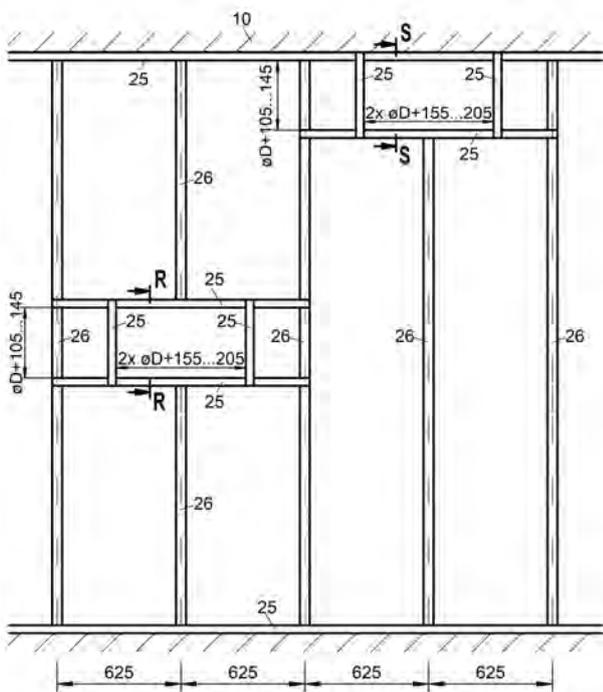

Abbildung 36: Metallständerwerk mit erforderlichen Auswechslungen für Nasseinbau BRS mit verringertem Abstand
- Metallständerwerk und Wand gemäß den Angaben des Wandherstellers herstellen und Auswechslungen entsprechend der Abbildung 36 vorsehen. Umlaufende Auskleidung der Laibungen mit GKF-Platten (Pos. 23.1) berücksichtigen.
- Metallständerwerk und Wand gemäß den Angaben des Wandherstellers herstellen und Auswechslungen entsprechend der Abbildung 36 vorsehen. Vor der Anbringung des für den umlaufenden Metallprofilrahmen notwendigen UW-Profils (Pos. 25) im Deckenbereich ist ein Mineralwollestreifen ca. 50x40 mm (Pos. 27.1) in das UW-Profil an der Decke einzubringen. Umlaufende Auskleidung der Laibungen mit GKF-Platten (Pos. 23.1) berücksichtigen.